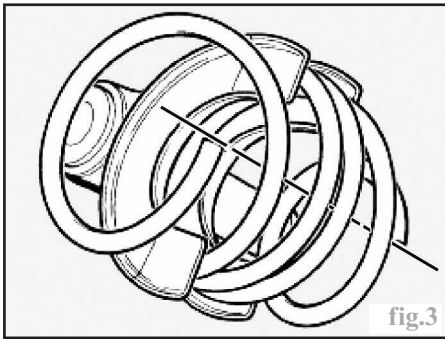
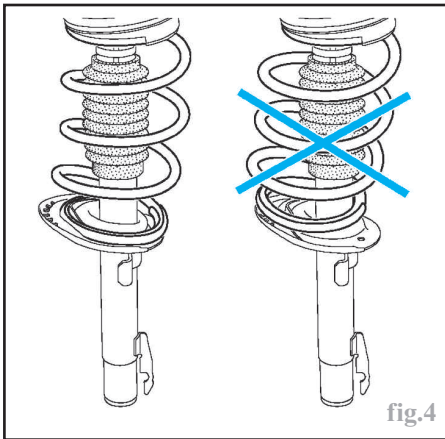

fig.3
fig.4
- Au remontage, respecter le sens de montage des pièces de l'élément de suspension, placer correctement le compresseur sur le ressort (fig.3) et celui-ci sur ses coupelles (fig.4) puis utiliser un écrou neuf pour la tige d'amortisseur.
- Déposer la protection (1) de l'écrou du boulon (2) du joint de cardan inférieur de la colonne de direction et le déposer (fig.4, chapitre "Direction").